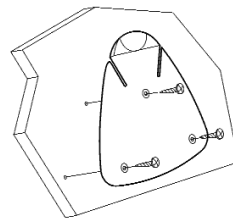

Fig. 2
2. Die Schablone auf die Montagefläche legen und drei 3mm Löcher durch die mit "A" markierten Punkte bohren. Die Halterung mit den 3 beigefügten Schrauben anschrauben (Fig. 2).